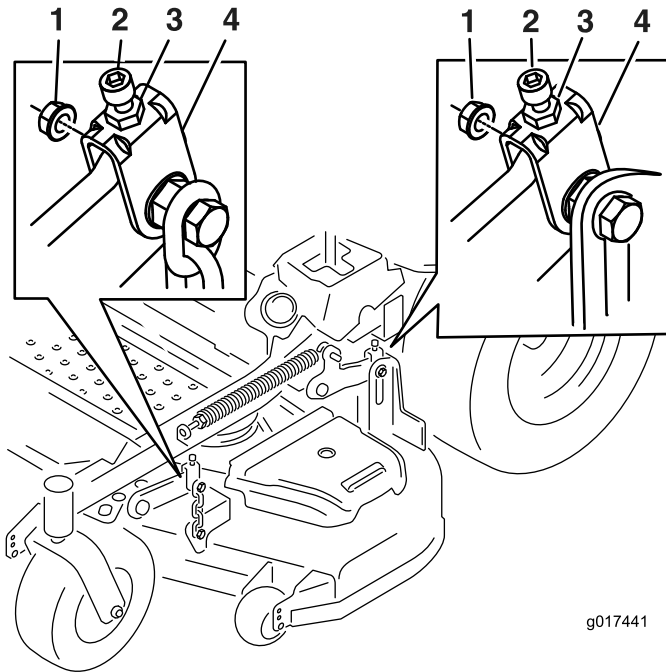

Figura 76
10. Si es necesario, afloje la tuerca "whizlock" del lateral de la horquilla y la contratuerca de la parte superior. Gire el tornillo de ajuste hasta obtener una altura de 7,6 mm (ver Figura 76).
16. Gire el tornillo de ajuste hasta obtener una altura de 8,3 mm (Figura 76).